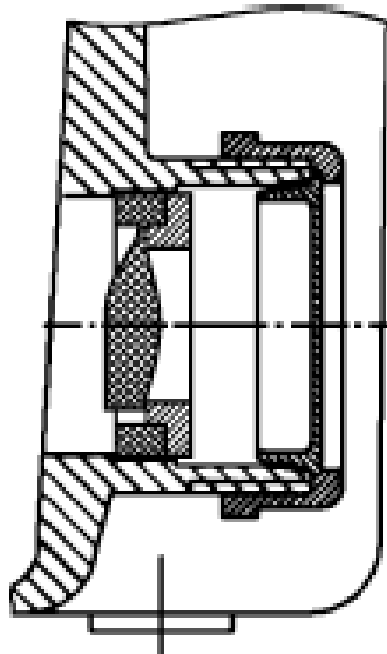

Рис. 4
- Обратный клапан (рис.4) вдвигается до упора в нижнее отверстие подводящей линии (рис. 3, поз. 2) таким образом, что клапан можно открыть по направлению к резервуару, Затем, как описано выше, задвинуть подводящую линию.